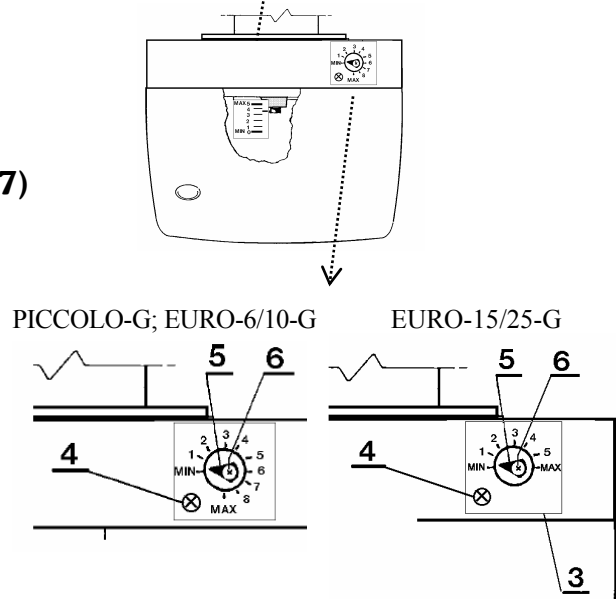

Fig. 17
5.3.3. Reglarea aerului de ardere (Fig. 17)